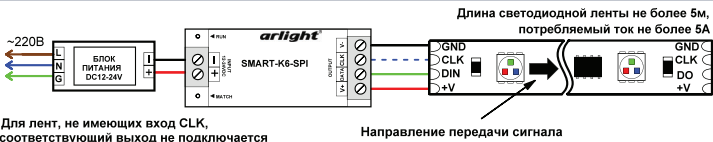
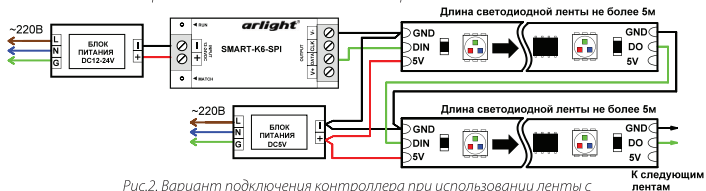

Рис.1. Вариант подключения контроллера при использовании ленты с напряжением питания 12В или 24В и потребляемым током менее 5А.
Рис.2. Вариант подключения контроллера при использовании ленты с напряжением питания 5В и потребляемым током более 5А.
- 3.4. Согласно используемой схеме (Рис.1, Рис.2), подключите светодиодную ленту или другой совместимый светодиодный источник света к выходу **OUTPUT** контроллера. Соблюдайте полярность и порядок подключения проводов к клеммам. Обратите внимание, что допустимо к контроллеру подключать ленту с максимальным током потребления до 5А, при подключении ленты с большим током потребления, подключать проводники, питающие ленту необходимо непосредственно к блоку питания.